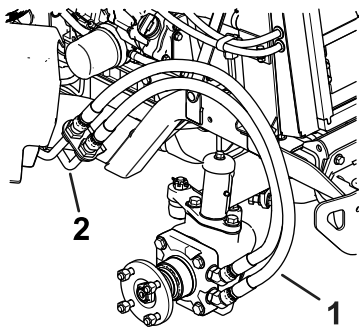

图 9
1. 从车轮前面的液压管线上拆下现有的液压软管并立即将盖子安装到液压管线上图 9 和图 10。